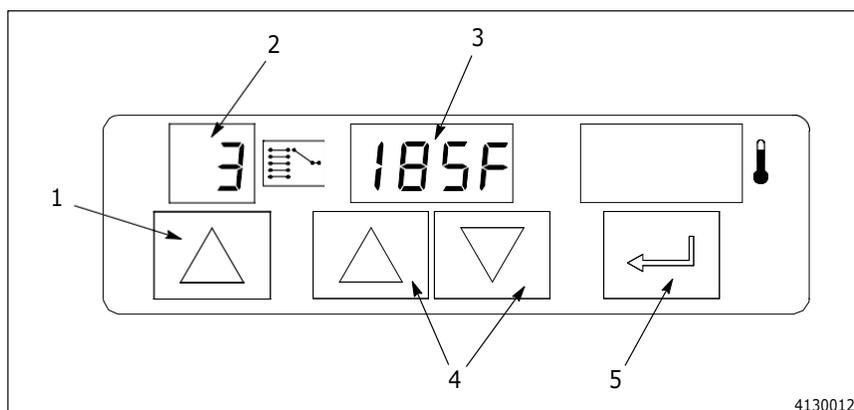

Fig. A 4-2 Trocando o Ajuste de uma Função Selecionada
1. Ver a Figura A 4-2. Pressionar as teclas Mover para Cima e Mover para Baixo (4) até que a luz SYSTEM SETTINGS ligue.
3. Ver a Figura A 4-2. Pressionar a Tecla Para Cima (1) até que o número da função apareça no visor do seletor (2). Como o número da função muda, o visor multifuncional (3) troca para mostrar o ajuste de cada função selecionada.
4. Pressionar as teclas para cima para baixo (4) para mudar o ajuste. O visor multifuncional pisca.
5. Pressionar a tecla Enter (5) para salvar o novo ajuste. O visor multifuncional para de piscar.